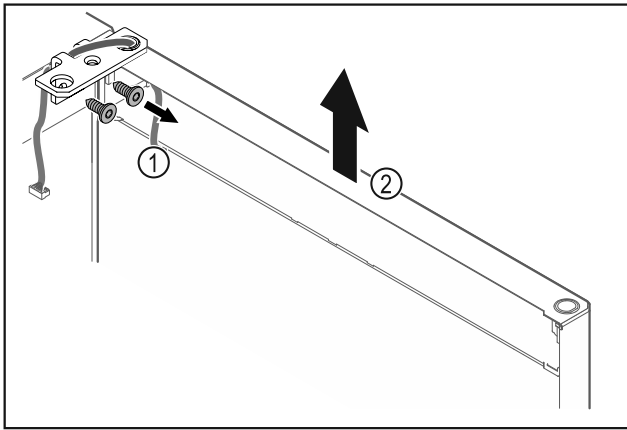

Fig. 25
- ▶ Odšroubujte úhelník závěsu Fig. 25 (1).
- ▶ Zvedněte dvířka včetně úhelníku závěsu Fig. 25 (2) přibližně 200 mm rovně směrem nahoru a vyjměte je.